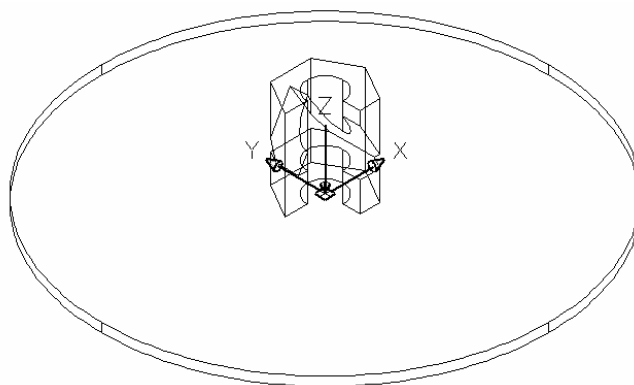

Рис. 6.8
**Вид(View)**, и самостоятельно смоделировать цилиндрическое основание радиусом **250** и отрицательной высотой **–10** (рис. 6.8).